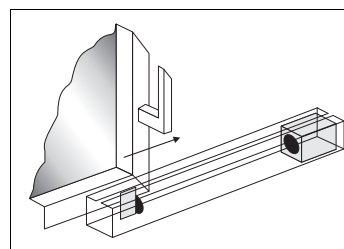

Fig. 4: esempio di protezione contro bypassare un interruttore di sicurezza secondo EN 1088
- esso risulti difficilmente raggiungibile per gli operatori della macchina in caso di apertura del dispositivo di protezione (Fig. 4),